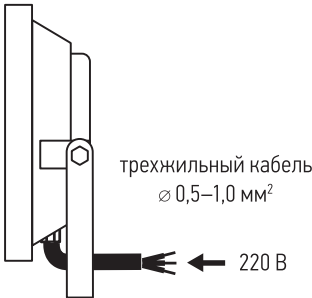

Рис. 2
- Подключите сетевой кабель (в комплект не входит) к кабелю светильника (рис.2)